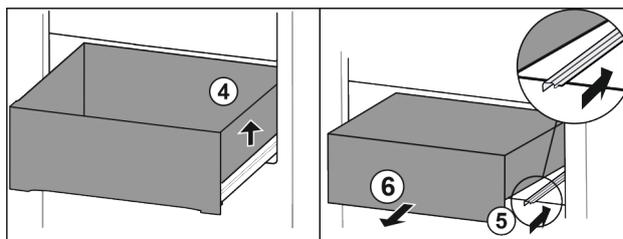

Fig. 72
- ▶ Levante el cajón por la derecha. Fig. 72 (4)
- ▶ Retraiga la guía derecha. Fig. 72 (5)
- ▶ Extraiga el cajón hacia delante. Fig. 72 (6)